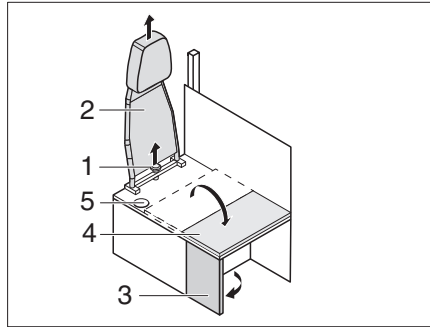

Bild 199 Ombyggnad körning - boende
- Skruva ur stjärnskruven (Bild 199,1) och ta av ryggstödet (Bild 199,2) uppåt.
- Fäll ut sidovägg (Bild 199,3).
- Fäll sittbänksförlängningen (Bild 199,4) på sidoväggen.
- ▷ Omvänd ordningsföljd gäller vid ombyggnad från boende till körning. Var noga med att säkerhetsbältet dras genom öppningen (Bild 199,5).